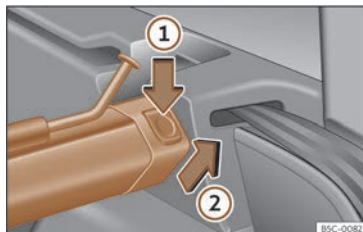

Fig. 190 Dans le coffre à bagages : démonter le filet de séparation.
- Appuyez sur la touche de déverrouillage gauche ou droite >>> **fig. 190** dans le sens de la flèche ①.
- Retirez la structure du support dans le sens de la flèche >>> **fig. 190** ②.
- Appuyez sur la structure sur les supports gauche et droit dans le sens contraire à la flèche >>> **fig. 190** ② jusqu'à ce qu'elle s'enclenche. Les repères rouges des touches de déverrouillage ne devront pas être plus visibles.